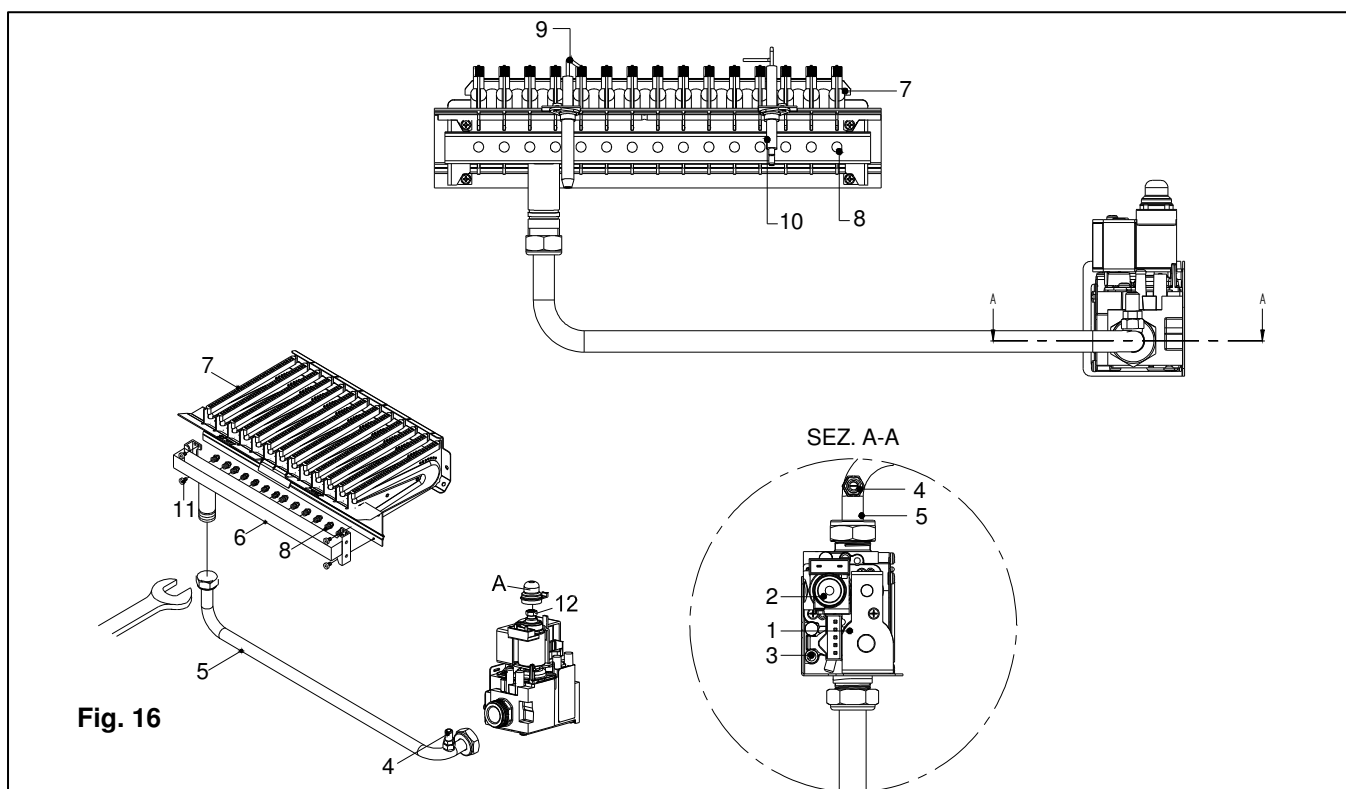

Fig. 16
Pour effectuer la transformation, agir de la façon suivante (voir fig. 16) :
8. en cas de transformation MÉTHANE – GPL, enlever le bouchon A du modulateur (fig. 16) et visser à fond l'écrou « 12 » à l'aide d'une clé ouverte de 10 ; mesurer la pression d'entrée de la vanne en introduisant un manomètre dans la prise de pression d'entrée « 3 » avec le brûleur allumé, puis régler le réducteur de pression de réseau selon le « 5.5 Tableau des données / pression gaz » (Pression nominale d'alimentation). en cas de mélange de gaz G30 – G31, régler l'entrée à la pression du G31. Pour régler la pression minimale mécanique, voir le chapitre « 5.4 Réglage de la vanne du gaz », et enlever le diaphragme.